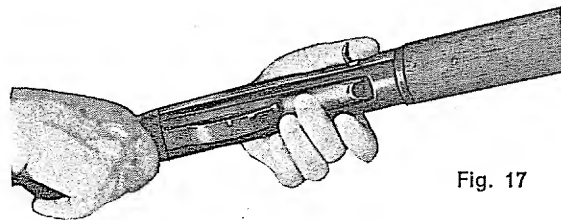

Fig. 17
- c) Sempre tenendo abbassato l'elevatore di 10-15 mm. sostituire il pollice destro con il dito medio della mano sinistra (fig. 17).
- c — while holding carrier depressed replace the right thumb with the middle finger of the left hand (fig. 17).
- c — tout en appuyant sur l'élévateur remplacer le pouce droit par le médus de la main gauche (fig. 17)*